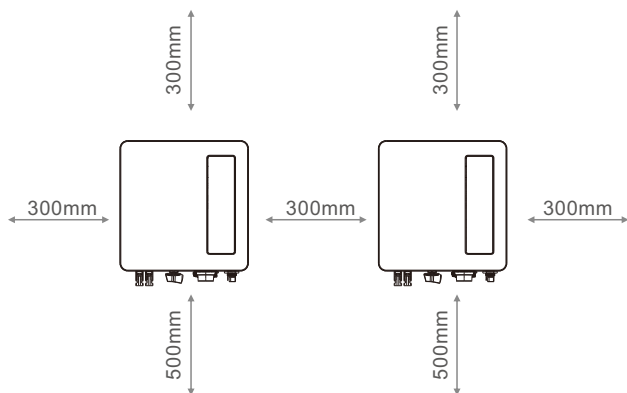

Figure 4.2 Espace pour le montage de l'onduleur
1. Conformément à la figure 4.2, sélectionnez la hauteur de montage du support et marquez l'emplacement du support. Pour les murs en briques, la position des trous doit être adaptée aux boulons d'expansion.